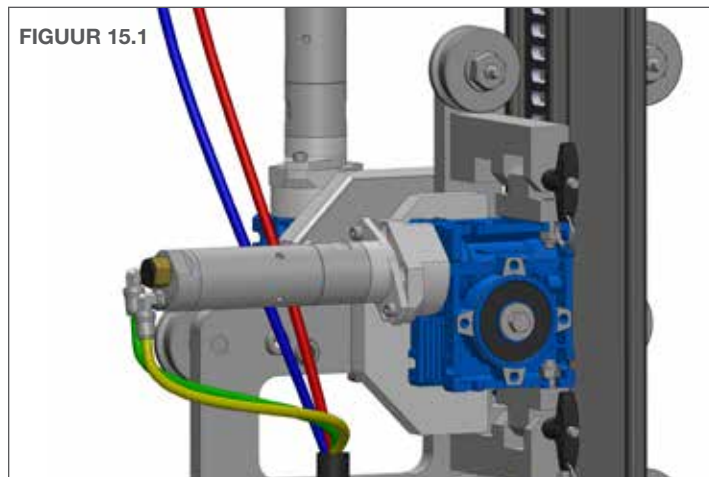

FIGUUR 14
11. Lijn de rollen uit met de zijkanten van de verticale rail, schuif de wagen naar beneden tot op borsthoogte. (**Figuur 14**)